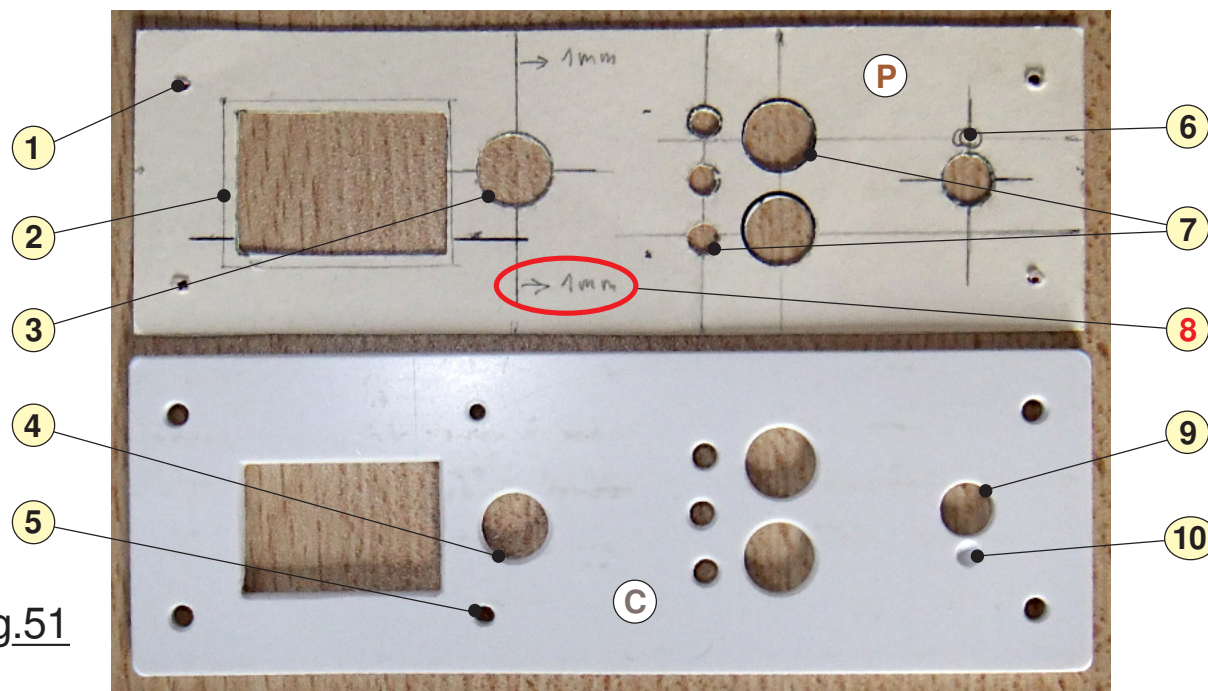

Fig.51
**R**iche d'enseignements, la photographie de la Fig.51 livre une foule de petits secrets de fabrication. On se doute que réaliser le patron en carton semi rigide est presque aussi délicat que de tracer sur une plaque rigide de 3mm d'épaisseur. Percer et découper avec une paire de ciseaux en revanche est bien plus facile. Il n'en reste pas moins que l'on ne sera pas plus précis, certains trous seront inexorablement décalés. Notez au passage que le patron **P** est vu de dessus, il représente le couvercle quand on regarde du haut vers le bas. Le couvercle **C** est photographié en montrant la face intérieure. Le trou ovalisé **10** ne traverse pas. Il sert à loger l'ergot de positionnement angulaire du codeur rotatif. **Voici comment je m'y prends pour réaliser ce type d'élément mécanique :**